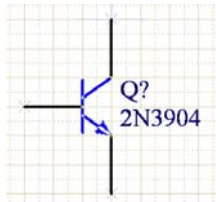

图 2-23 放置元件
Step4 选中元件后，在“库”面板中将显示元件符号和元件模型的预览。确定该元件是所要放置的元件后，单击该面板上方的按钮，光标将变成十字形状并附带着元件 2N3904 的符号出现在工作窗口中，如图 2-23 所示。